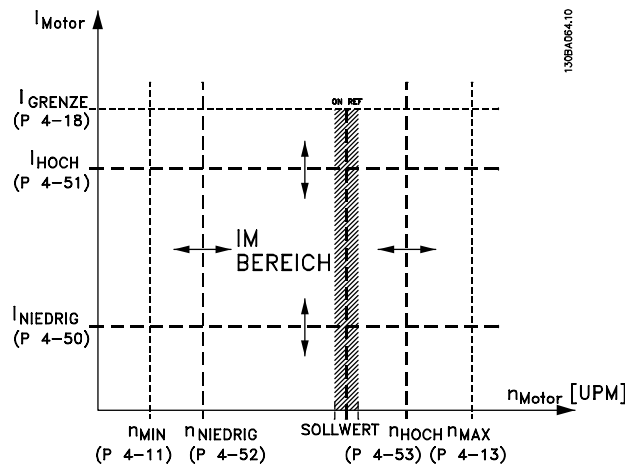

Abbildung 3.32 Warnungen Grenzen
0.00 A* [Application dependant]	Geben Sie den Min.-Stromwert ein. Wenn der Motorstrom dieses Limit unterschreitet, wird auf dem Display Strom niedrig angezeigt. Die Signalausgänge können programmiert werden, ein Zustandssignal an Klemme 27 oder 29 (nur FC 302) und an Relaisausgang 01 oder 02 (nur FC 302) zu erzeugen. Siehe Abbildung 3.32 .